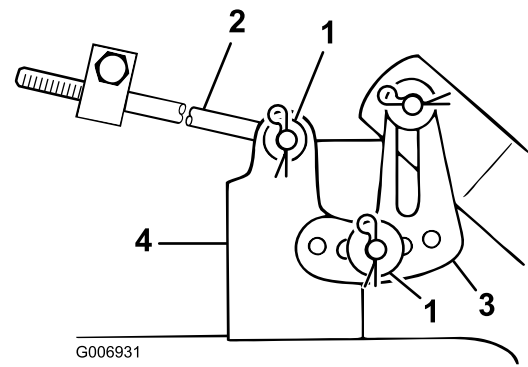

Bild 40
9. Entfernen Sie den Splint und die Scheibe vom Ende der langen Stange (Bild 40). Schieben Sie die Stange aus der Mähwerkhalterung heraus.
10. Entfernen Sie den Splint und die Scheibe von der Mähwerkknivellierhalterung (Bild 40). Schieben Sie den Bügel vom Montagestift herunter. Bringen Sie die Scheibe und den Splint zur Einlagerung wieder an.